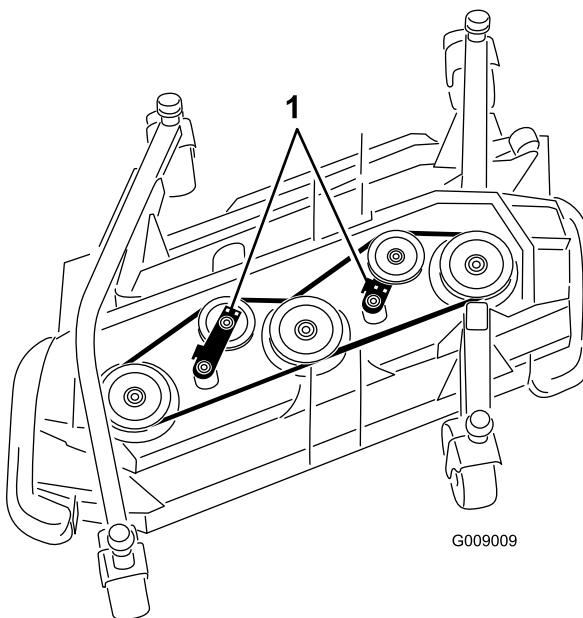

Figura 117
- Con una leva a cricchetto o uno strumento simile, allontanate le pulegge tendicinghia dalla cinghia di trasmissione per allentare la tensione della cinghia e staccarla dalle pulegge (Figura 117).